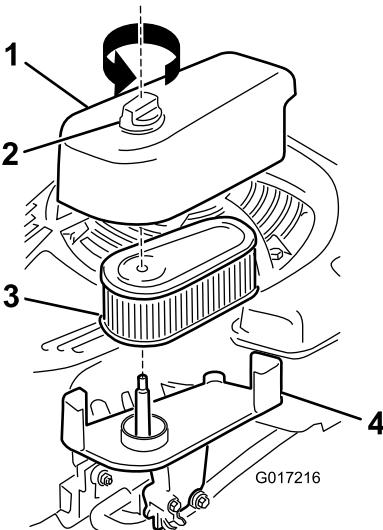

Figura 32
- Afloje el cierre y retire la tapa (Figura 32).